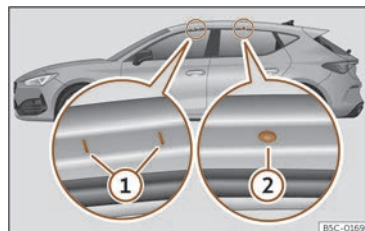

Fig. 201 Points de fixation des barres longitudinales pour la galerie porte-bagages du toit (Leon).
Valable pour Leon : Les points de fixation avant et arrière (1) et (2) sont visibles uniquement lorsque les portes sont ouvertes >>> **fig. 201**.